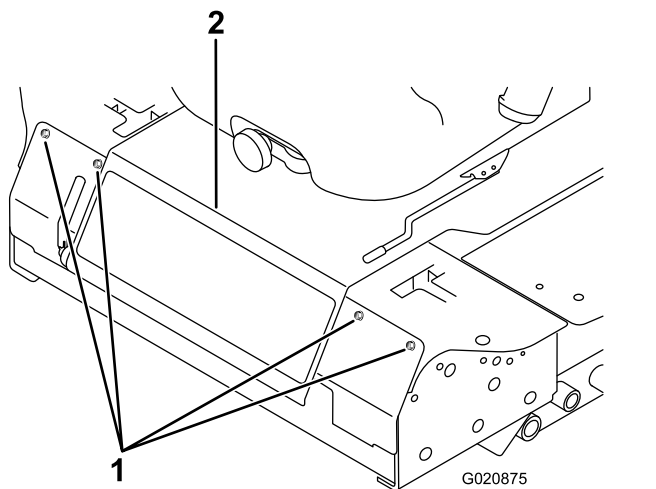

Figure 44
2. Retirez les boulons de fixation du panneau avant et déposez le panneau (Figure 44).